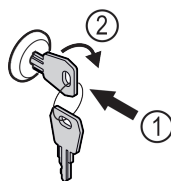

Fig. 158
- ▶ Sæt nøglen i. Fig. 158 (1)
- ▶ Drej nøglen 90° med uret. Fig. 158 (2)